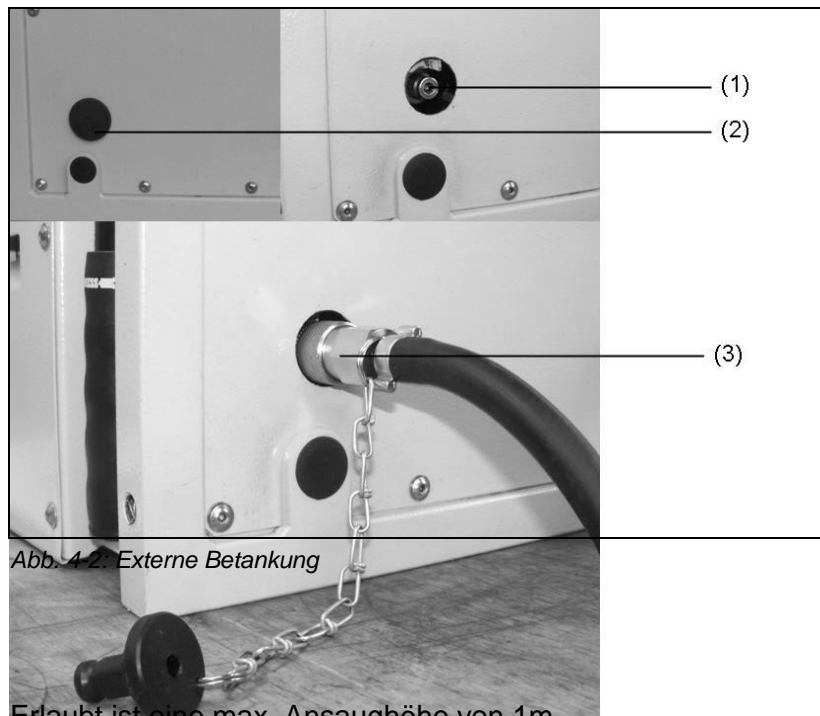

Abb. 4-2: Externe Betankung
1. Abdeckstopfen abnehmen (siehe Abb. 4-2-(2)).
2. Schlauch des externe Betankungskanister mit Schnellkupplung LP-006 (siehe Abb. 4-2-(1)). auf Kupplung (siehe Abb. 4-2-(1)) aufstecken.